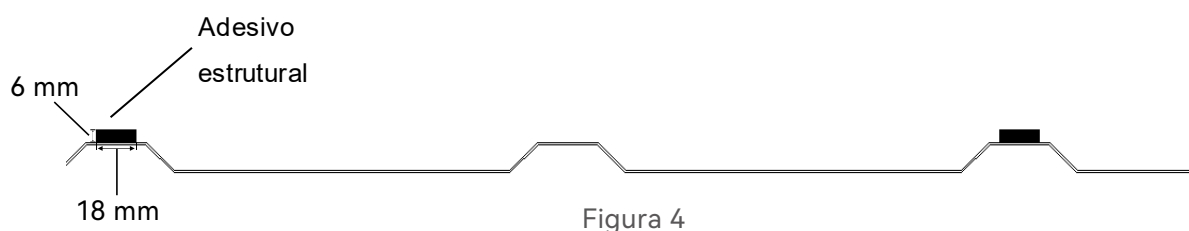

Figura 4
- ③ A seção transversal do adesivo estrutural deve ter formato semicircular com largura superior a 18 mm e altura superior a 6 mm. (conforme mostra a Figura 4)